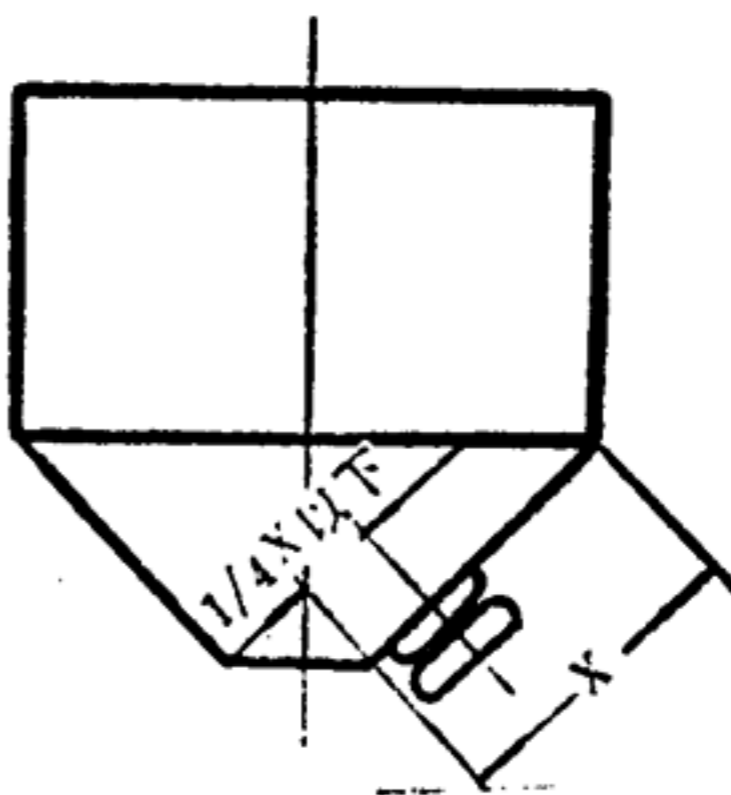

图7
(4) 底部倾斜形料仓（见图7）：振动器应安装在最低位置。这样做不仅能对料仓产生振动，而且可促进出口物料的流动。